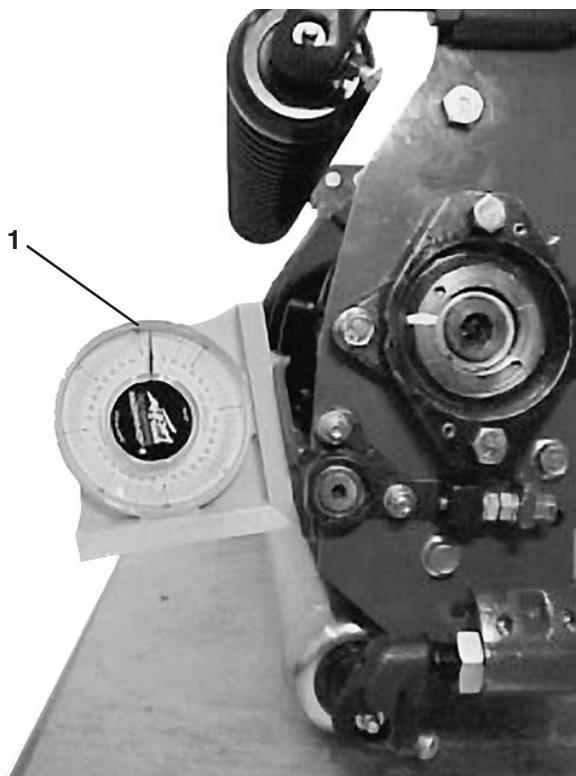

Bild 9
2. Legen Sie einen Winkelmesser (Toro-Bestell-Nr. 99-3503) auf das Untermesser und zeichnen dessen Winkel auf (Bild 9).